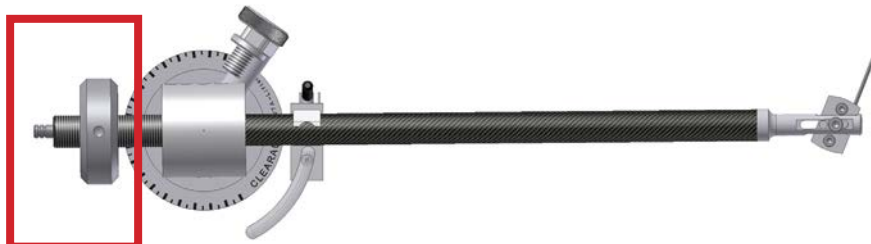

Abb. 4: Einsetzen des Tonarms
Nachdem Sie den Tonarm eingesetzt haben, stellen Sie bitte sicher, dass sich das Tonarmrohr, von oben betrachtet, genau auf der Linie zwischen dem „+“ und dem „-“ Zeichen auf dem *VTA-Lifter* (2) befindet (siehe Abb.4).